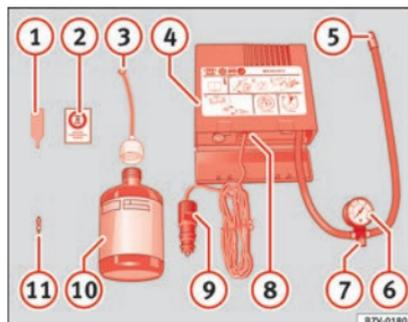

Fig. 41
- Svitare il cappuccio e l'elemento di tenuta della valvola del pneumatico. Utilizzare l'apparato » fig. 41 ① per estrarre l'elemento di tenuta. Collocarlo su una superficie pulita.
- Agitare vigorosamente la bomboletta del sigillante per pneumatici » fig. 41 ⑩.
- Avvitare il tubo di gonfiaggio » fig. 41 ③ alla bomboletta del sigillante. La piombatura della bomboletta si rompe automaticamente.
- Rimuovere il tappo del tubo di riempimento »» fig. 41 ③ e avvitare l'estremità aperta dal tubo alla valvola dello pneumatico.
- Ricollocare l'elemento di tenuta con l'apparato »» fig. 41 ① nella valvola del pneumatico.
- Avvitare il tubo di gonfiaggio del pneumatico del compressore »» fig. 41 ⑤ nella valvola del pneumatico.
- Verificare che la vite di sfiato dell'aria sia chiusa »» fig. 41 ⑦.
- Collegare il connettore »» fig. 41 ⑨ a una presa elettrica a 12 V del veicolo »» »» pagina 114.
- Collegare il compressore ad aria con l'interruttore ON/OFF »» fig. 41 ⑧.